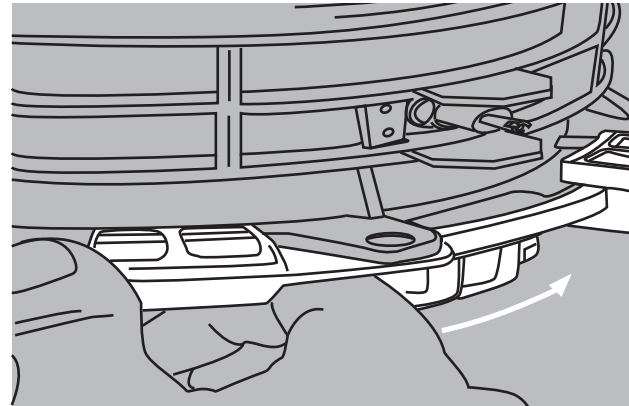

FIGURA 26
**26.** Permita que el domo y el disco se ajusten entre las tapas de cierre y ranuras del domo. Ajuste el collar en sentido del reloj para asegurar ambas unidades. (Figura 26)